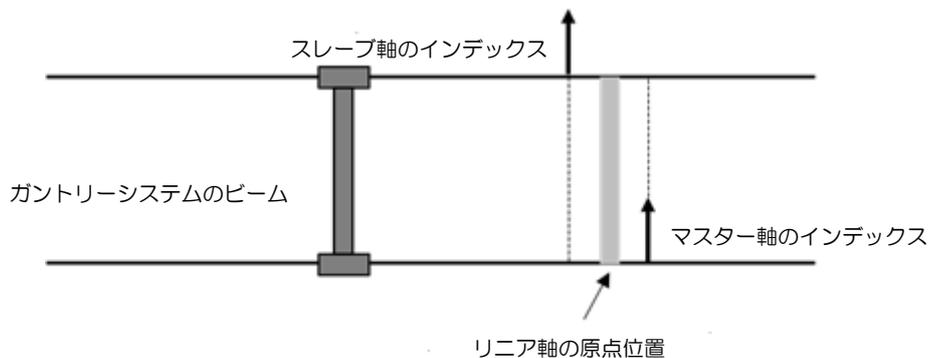

図 6.8.1
(2)	3057h	1: ガントリーをアクティブにします 2: ガントリーを非アクティブ化します 11: ヨー軸調整を実行します
- ガントリーモードでは、タッチプローブ値は単一軸のインデックス位置ではありません。代わりに、図 6.8.1 に示すように、両方の軸のインデックス位置の中心点になります。